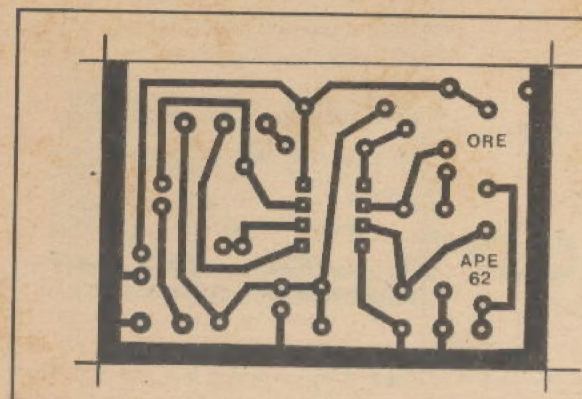

Fig. 2
- FIG. 2 - LAY OUT DO CIRCUITO IMPRESSO ESPECÍFICO - Devido às inevitáveis dimensões não muito *modestas* da eventual *lente acústica*, de nada adiantaria *forçar a barra* no sentido de extrema miniaturização da plaquinha específica de impressão... Assim, optamos por *leiautar* o padrão cobreado de ilhas e pistas (em escala 1:1, na figura...) sem desnecessários *aperreios*... Com isso, a cópia, traçagem e confecção geral, ficam suficientemente *descomplicados* mesmo para um hobbysta *começante*... Basta reproduzir fielmente o padrão da figura (as áreas em preto, como sempre, indicam o que deve *restar cobreado* após a corrosão, enquanto que as partes claras indicam as regiões que devem ver-se *livres do cobre* no processo...) e seguir as demais recomendações exaustivamente enumeradas em oportunidades anteriores, aqui mesmo em APE...